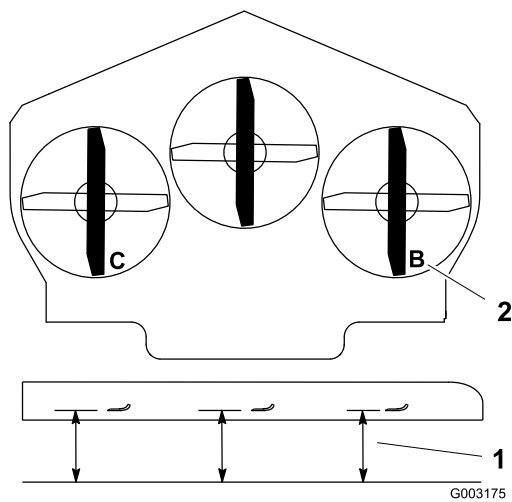

Bild 77
- Stellen Sie das rechte Schnittmesser in Längsrichtung (Bild 77).
- Messen Sie das rechte Messer an der Stelle **B** von einer ebenen Oberfläche bis zur Schnittkante der Messer (Bild 77).
- Stellen Sie das linke Schnittmesser in Längsrichtung (Bild 77).
- Messen Sie das linke Messer an der Stelle **C** (Bild 77) von einer ebenen Oberfläche bis zur Schnittkante der Messer.